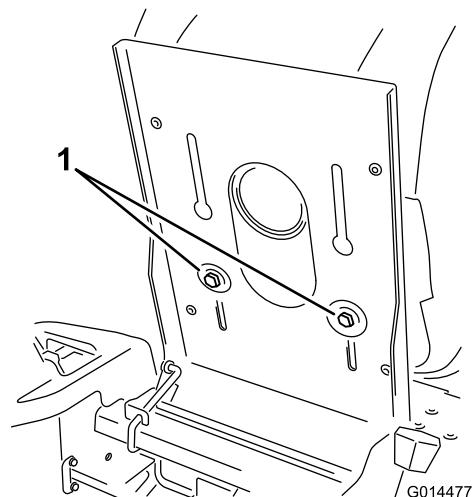

Figura 22
- Levante el asiento y afloje los pernos de ajuste lo suficiente para poder desplazar el asiento (Figura 22).